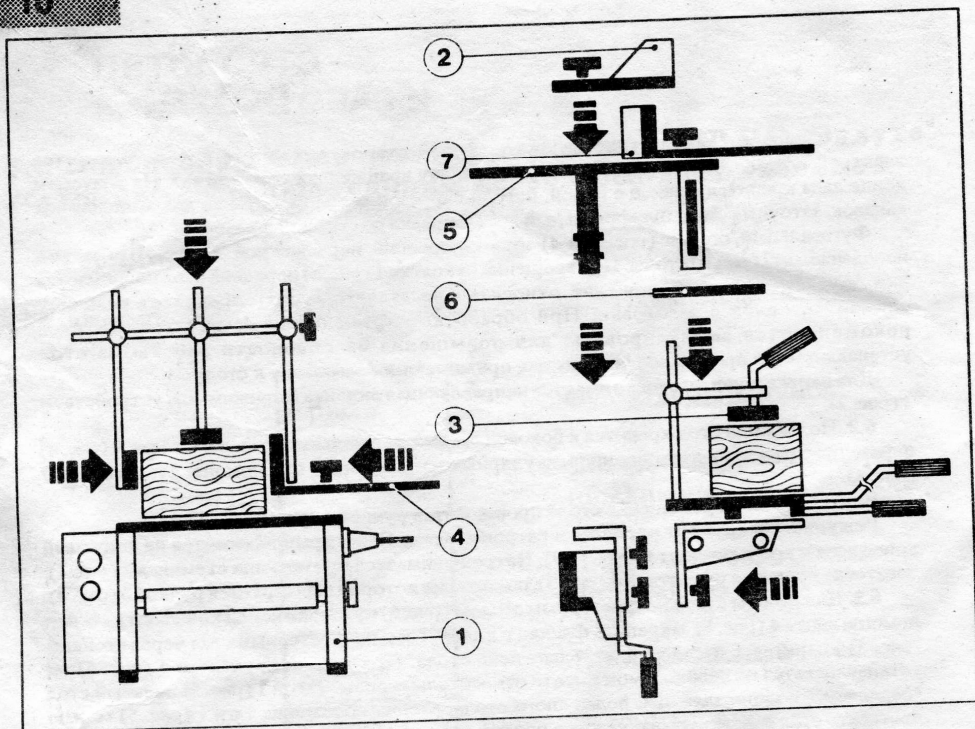
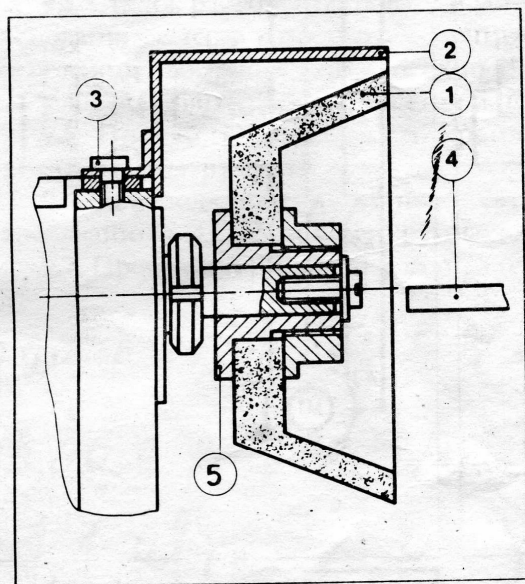

Рис.2 Станок универсальный
Рис.9 Заточный диск и защитный кожух
4.21. Перед началом работы с заточным диском обязательно установить приводные ремни на обороты 1-ой ступени (2850 об/мин), защитный кожух 2 (рис. 9) и снимаемый столик 6 (рис. 2). Запрещается работать со скоростью 2-й ступени.
4.22. Перед началом работы с шлифовальным диском обязательно установить защитный кожух 2 (рис. 9).
4.23. Перед началом работы со сборной фрезой обязательно установить направляющую линейку с прижимным устройством 1 и деревянной пластиной 7 (рис. 2).
4.24. Перед началом работы со шлифовальным устройством установить снимаемый столик 6 (рис. 2).
Для направления заготовки имеется направляющая линейка с прижимным устройством 2 (рис. 2).
Для удобства работы на пыльно-фрезерном столе рекомендуется отсоединить часть подвижного стола как показано на рис. 2.
6.5. Для работы с заточным диском рис. 9 необходимо на подвижном столе установить снимаемый столик, а на фуговом станке установить защитный кожух 2 и закрепить винтами 3.
6.6. Для работы со шлифовальным диском рис. 10 на подвижный стол необходимо установить снимаемый столик 6 (рис. 2).
10.6. Настраивая станок для работы с заточным диском (рис. 9) обязательно нужно выполнить требования указанные в пункте 4.21.